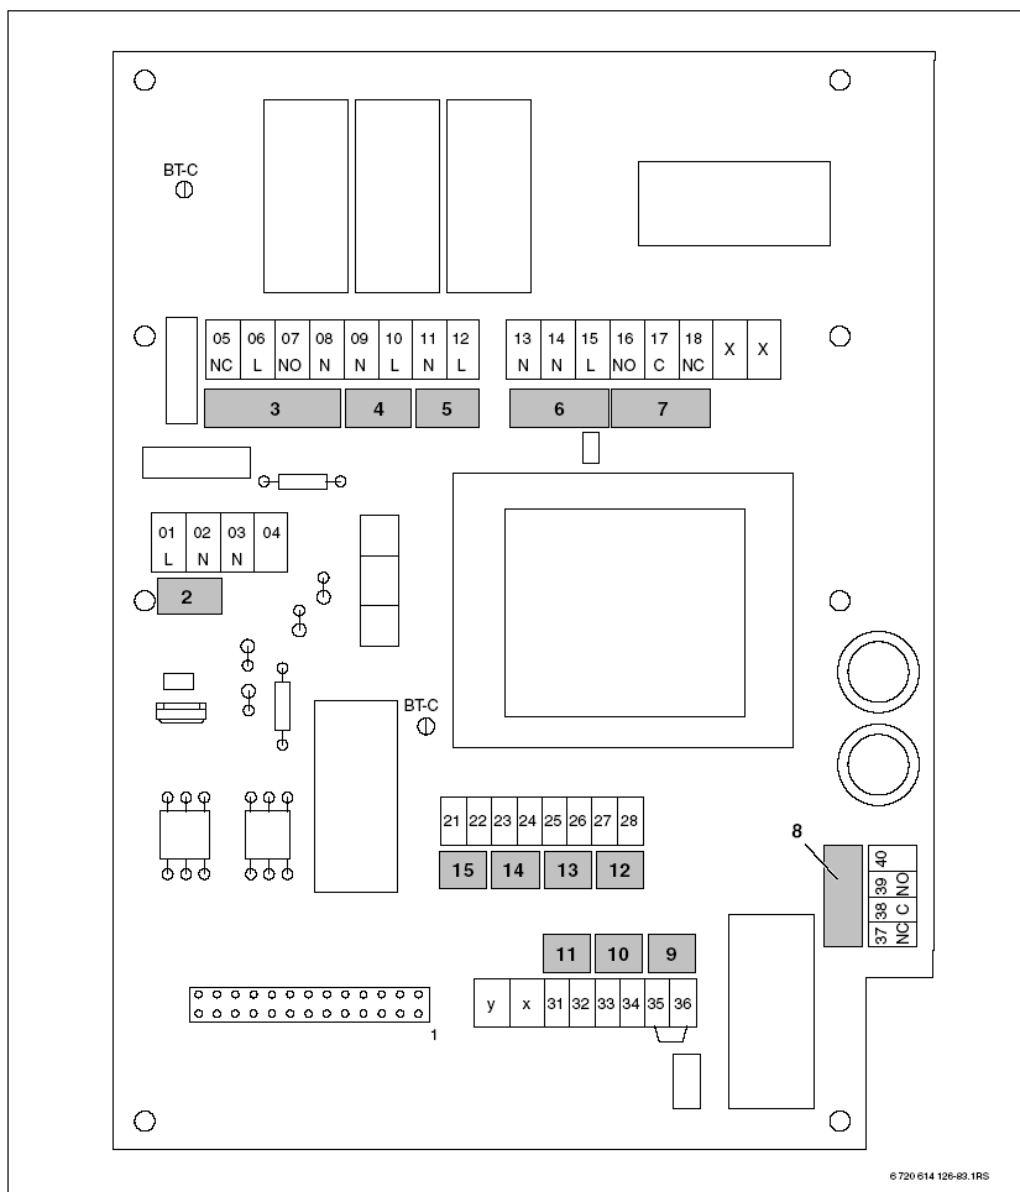

Figura 8 – Placă de bază dispozitiv de reglare
Schema plăcii de bază prezintă alocările conexiunilor unității de reglare (→ figura 8, poz. 11).
- Figura 8, poz. 2: suflantă gaze de ardere
- Figura 8, poz. 10: întrerupător ușă pliantă
Alocarea conexiunilor intrărilor senzorilor (input) și ieșirilor (output) este redată mai jos (→ tabel 4 și tabel 5). Clemele de conectare indicate pot fi localizate în aparat (unitate) cu ajutorul plăcii de bază ilustrate (→ figura 8, pagina 11).
- ▶ Se fixează senzorul de temperatură gaze de ardere în clemele de contact 32/32 ale unității de reglare (→ figura 8, pagina 11). Conexiunea cu două fire este permutabilă.
3.4.5 Montarea senzorului de temperatură cazan (FK)
- ▶ Se prinde senzorul de temperatură cazan în clemele de contact 21/22 ale unității de reglare (→ figura 8, pagina 11). Conexiunea cu două fire este permutabilă.
- ▶ Se fixează senzorul de temperatură al boilerului tampon (jos) în clemele de contact 27/28 ale unității de reglare (→ figura 8, pagina 11). Conexiunea cu două fire este permutabilă.